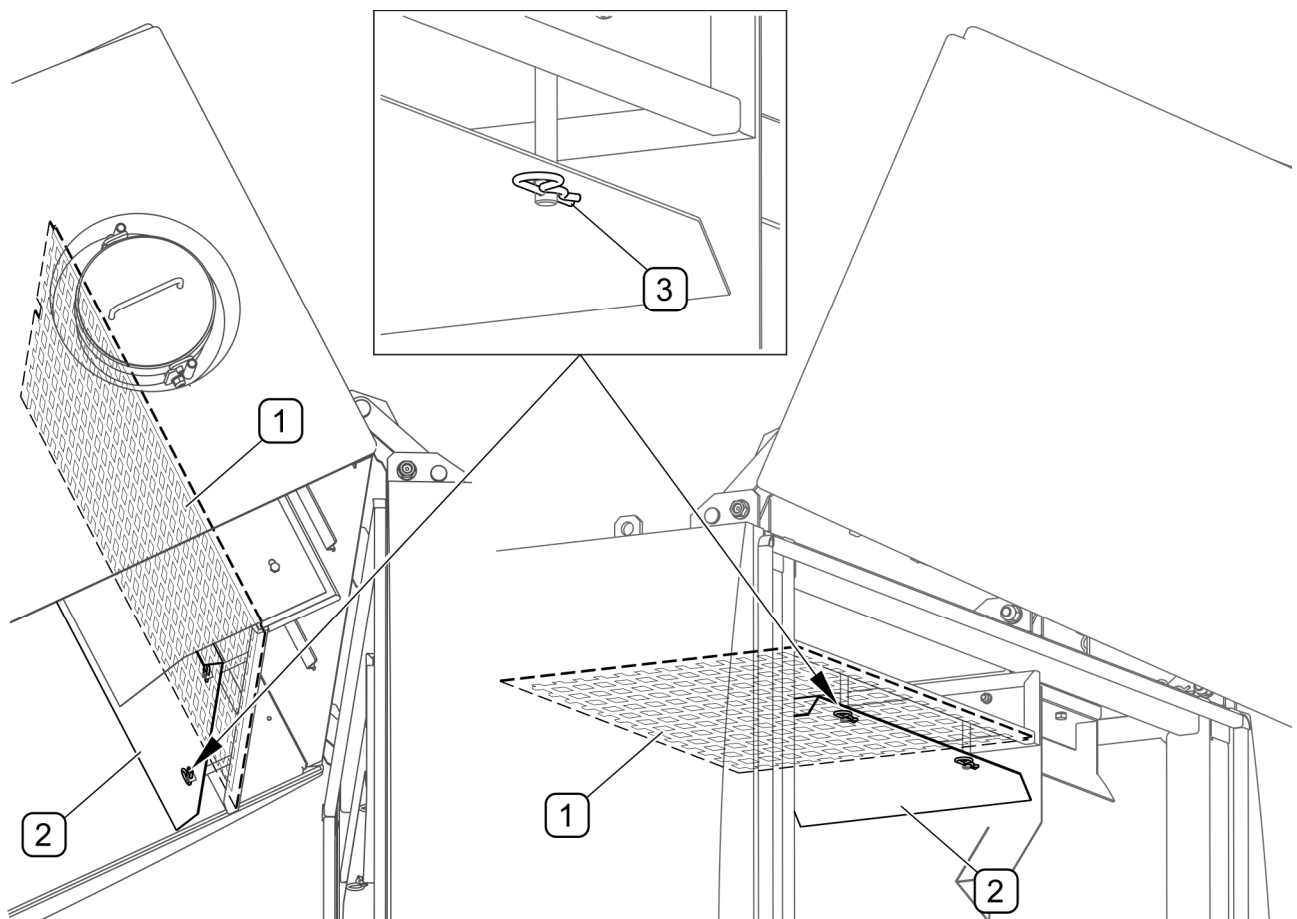

РИСУНОК 5.32 Сітки в баку для сміття
Необхідно періодично перевіряти чистоту сіток в баку для сміття (РИСУНОК 5.32). Доступ до сіток можна отримати, відкривши бак для сміття. Зафіксувати бак у відкритому положенні опорами (РИСУНОК 5.3). Для полегшення доступу до сіток
(РИСУНОК 5.32) рекомендується зняти кришки (2), попередньо вийнявши запобіжні шплінти (3). Очистити сітки струменем води під тиском. Після очищення встановити кришки (2) і застопорити шплінтами (3). Необхідно впевнитися, що кришки встановлено вигином донизу. Рекомендується очищати прокладку бака після кожного висипання сміття. Перш ніж закрити бак, необхідно зняти встановлені раніше опори (РИСУНОК 5.3).